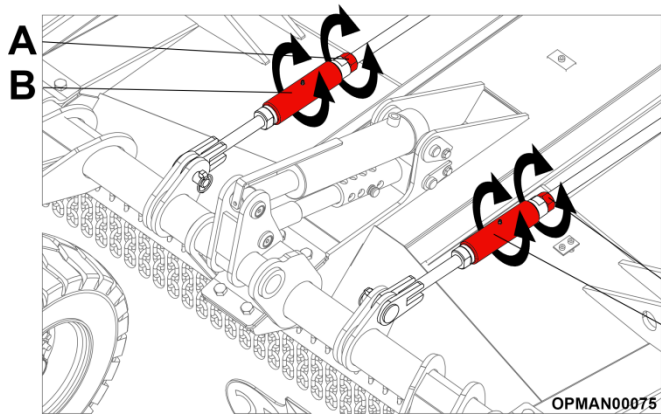

Рис. 4.21 – Регулировка поперечной рулевой тяги
4.7.1.3 Ослабьте стопорные гайки и затем поверните гайку цилиндра на регулируемых стяжках; см. рисунок 4.21 (A)
4.7.1.4 Установив желаемую высоту, снова затяните контргайки; см. рисунок 4.21 (B).